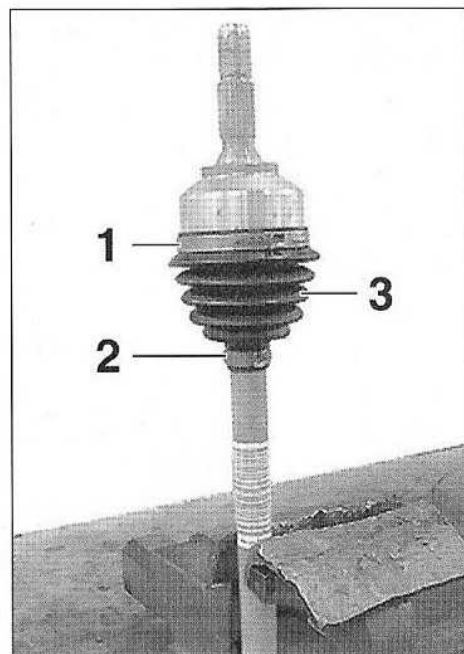

FIG.14
- les colliers de serrage (1) et (2) (Fig.14),
- le soufflet de transmission (3).